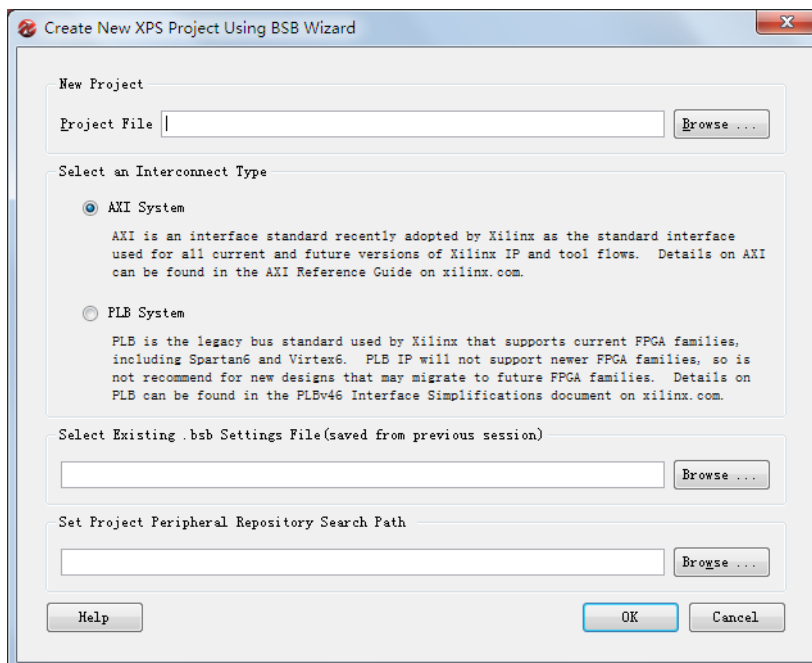

图 3：新工程建立向导
- 1-1-3. 如图 3，在新工程建立向导对话框的 **Project File** 栏选择工程建立后存放的路径，笔者自定义的路径是 I:\labz\testz，大家可以建立任意路径，只要路径名称不包含中文及空格即可。建立的工程的名称我们使用默认的 system.xmp 即可。点击 **OK**。